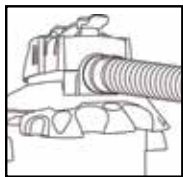

FIGURA 35
57. Esta aspiradora puede utilizarse como un soplador potente. Para usar la unidad como soplador, destornille la cubierta del puerto del soplador ubicada en el lado posterior del alojamiento del motor **FIGURA 35**.